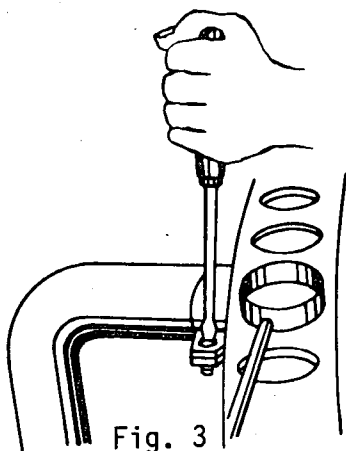

Fig. 3
- a Solte as braçadeiras de fixação (fig. 3).